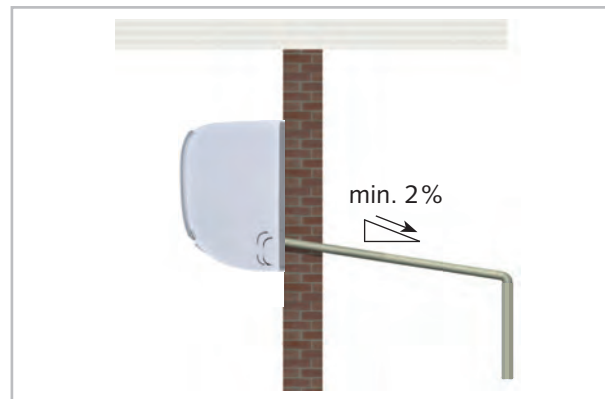

Abb. 36: Kondensatsanschluss Innengerät
- Die bauseitige Kondensatleitung ist mit einem Gefälle von min. 2 % zu verlegen (Abb. 36). Gegebenenfalls sehen Sie eine dampfdiffusionsdichte Isolation vor.